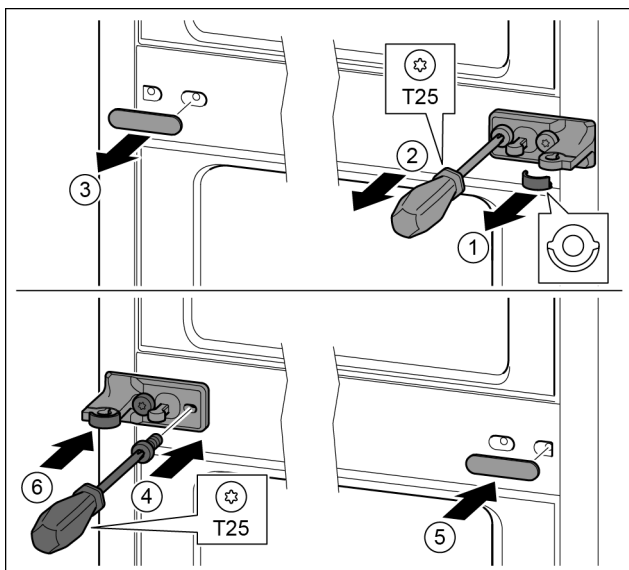

Fig. 14
- ▶ Stáhněte podložku. Fig. 14 (1)
- ▶ Šroubovákem T25 vyšroubujte šrouby. Fig. 14 (2)
- ▶ Opatrně stáhněte kryt. Fig. 14 (3)
- ▶ Stojan ložiska s fólií otočený o 180° pevně přišroubujte na druhé straně. Fig. 14 (4)
- ▶ Kryt otočený o 180° připevněte na druhé straně. Fig. 14 (5)
- ▶ Zepředu nasuňte podložku. Fig. 14 (6)